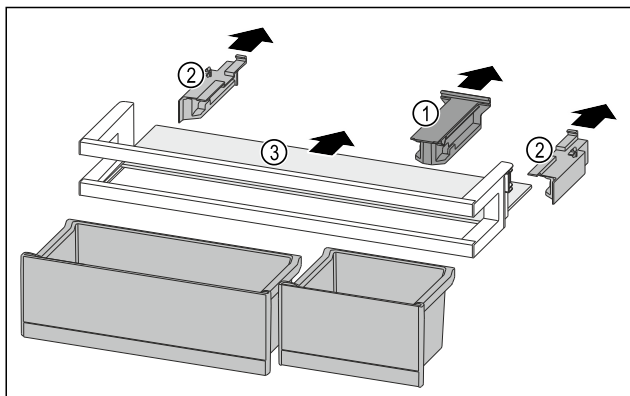

Fig. 132
- Estrarre l'elemento di tenuta Fig. 132 (1).
- Togliere gli elementi laterali Fig. 132 (2).
- Rimuovere il ripiano Fig. 132 (3).